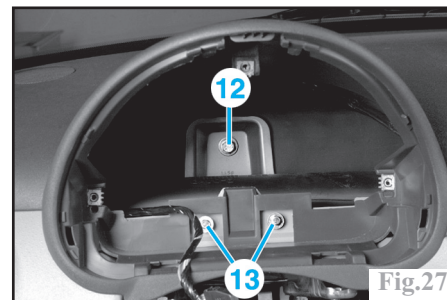

Fig.27
-la vis (9).
-le renfort (10).
-les vis (11) pour libérer les fils de masse.
-les vis de fixation (12) et (13) (Fig.27).